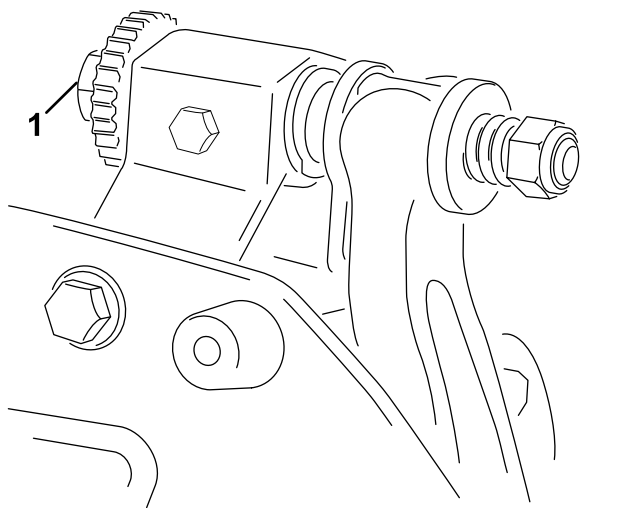

Bild 10
- A. Drehen Sie die Einstellschrauben des Untermesserträgers um jeweils eine Kerbe nach rechts, bis Sie leichten Kontakt spüren und hören (Bild 10).
6. Drehen Sie die Einstellschraube des rechten Untermesserträgers (Bild 10), bis Sie einen leichten Druck (d. h. Widerstand) an der Beilagscheibe spüren, wenn Sie sie von einer zur anderen Seite schieben. Entfernen Sie die Beilagscheibe.